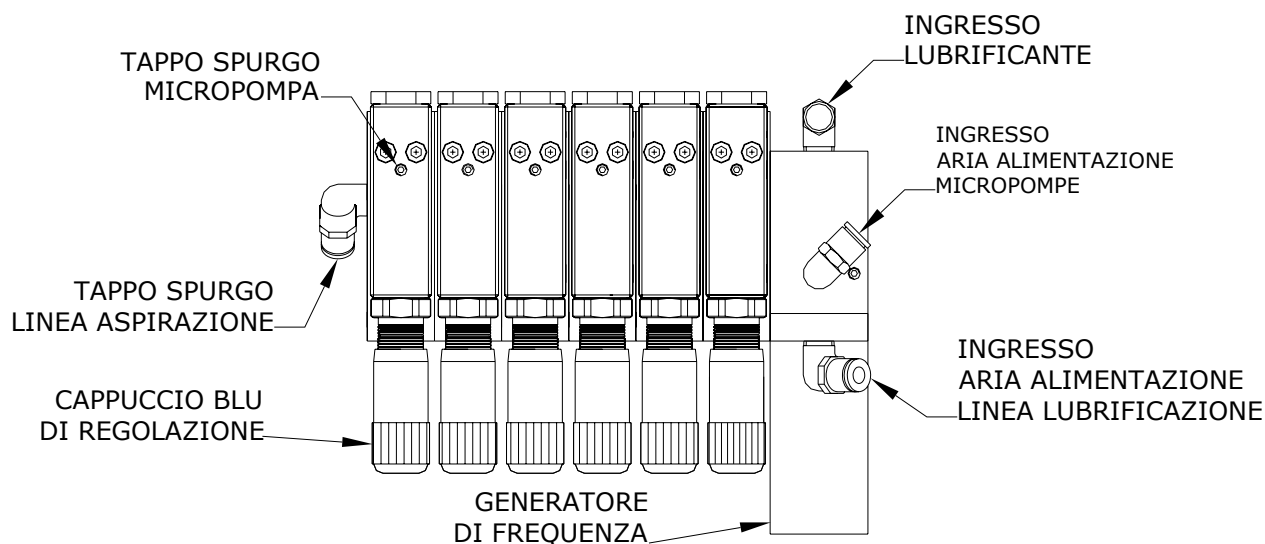

Fig. 1
- Spurgare l'aria dal circuito allentando il tappo di spurgo (Fig.1) posto al lato sinistro dell'ultima sottobase del gruppo delle micropompe. Controllare che l'olio penetri nel tubo di aspirazione e attenderne la fuoriuscita prima di riavvitare il tappo. Per eliminare l'aria residua, intervenire sulla vite di spurgo di ogni micropompa posta vicino alle viti di fissaggio. Svitare completamente la vite di spurgo attendere la fuoriuscita del lubrificante facendo attenzione a non perdere la sfera di tenuta. Avvitare la vite.
Per regolare la portata nominale della pompa agire sul cappuccio blu (Fig.1). Svitando completamente il cappuccio si ha l'esclusione della mandata. Da questa posizione, ogni giro e mezzo del cappuccio incrementa la portata di  $5\text{mm}^3/\text{colpo}$  fino alla portata massima di  $45\text{mm}^3$ . Ad ogni scatto del cappuccio corrisponde una variazione di portata di  $0.625\text{mm}^3/\text{colpo}$ .